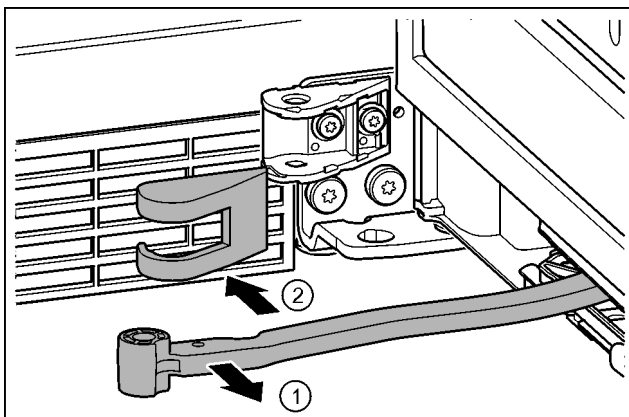

Fig. 16
- Завъртете шарнира в посока към вратата. Fig. 16 (1)
- Отстранете капака на лагерната стойка. Fig. 16 (2)